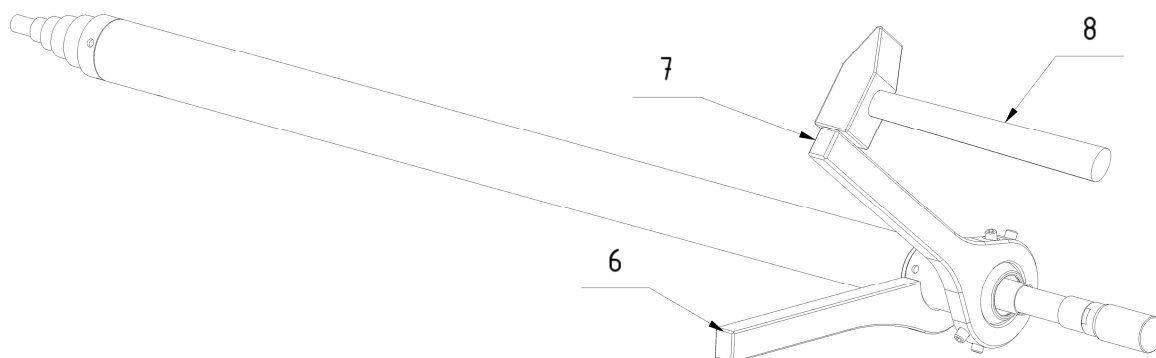

Рис.2. Демонтаж задней резьбовой заглушки.
2. Поместить рожковый ключ **6** (рис.2) на втулку управления **3**, а ключ очковый **7** на задней резьбовой заглушке **4**.
6. Поместить рожковый ключ **6** (рис.2) на цилиндре **2** (рис.1) и ключ очковый **7** на втулке управления **3**.